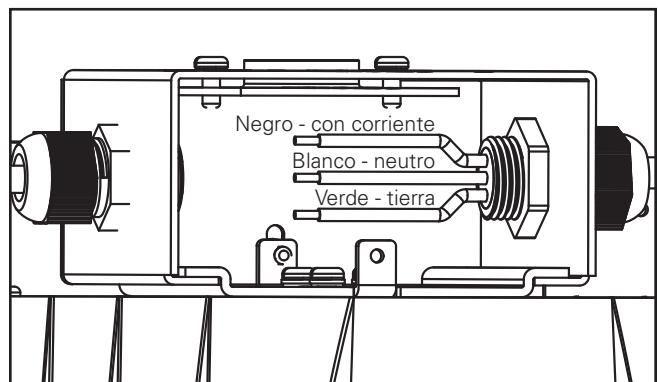

Figura 11.
- Conecte el cableado conforme al código NEC. (Figura 11)